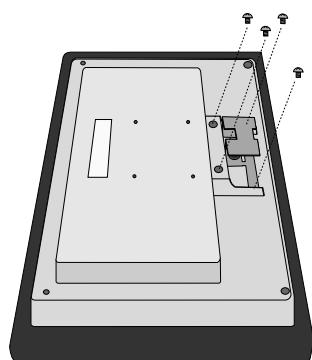

Рисунок R.2
4. Отвинтите 4 винта, крепящие монитор к подставке, и снимите подставку в сборе (**Рисунок R.2**). Теперь монитор готов к установке в другом положении.